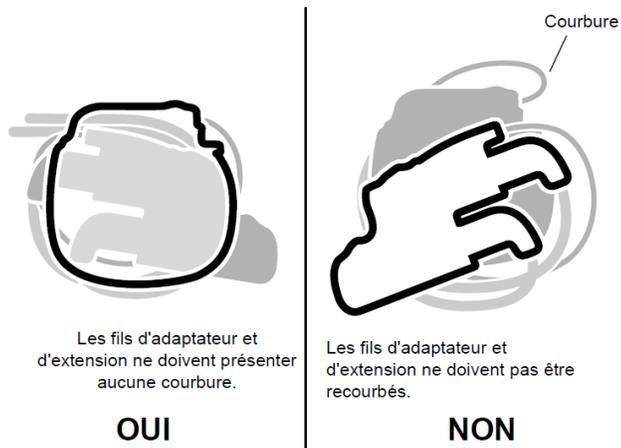

Figure 10. Vérifier qu'aucun des fils n'est recourbé.
1. Placez l'adaptateur de poche derrière le neurostimulateur. Enrouler le fil d'adaptateur et l'excédent du fil d'extension derrière l'adaptateur en s'assurant qu'aucun des fils n'est recourbé (Figure 10).